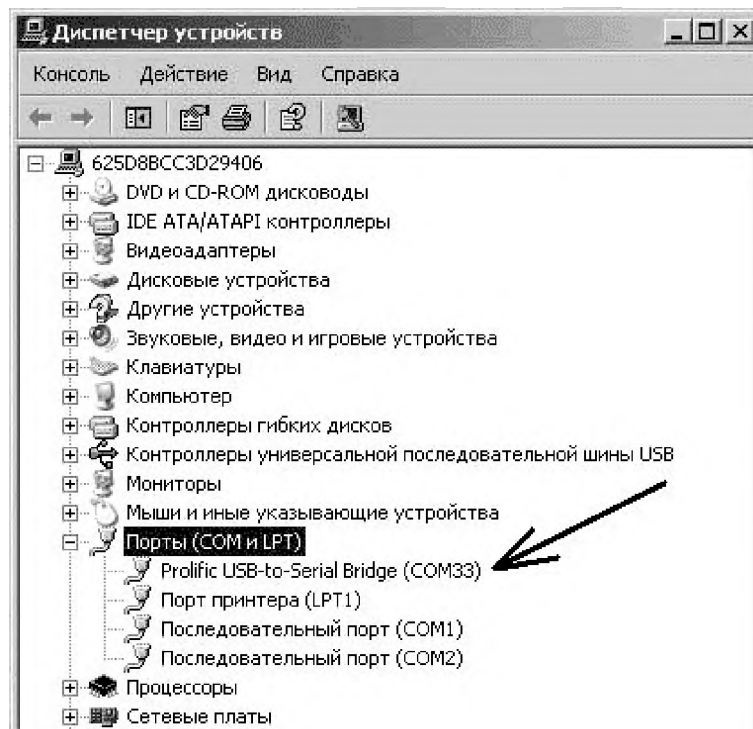

Рис. 4.3
15. При подключении разъёма «ДАННЫЕ» через переходник USB-COM (RS232) в системе в диспетчере устройств появляется виртуальный COM- порт рис. 4.3.
16. Перед дальнейшей работы следует выяснить и запомнить номер виртуального COM-порта, присвоенного системой (в примере рис. 4.3 COM33)